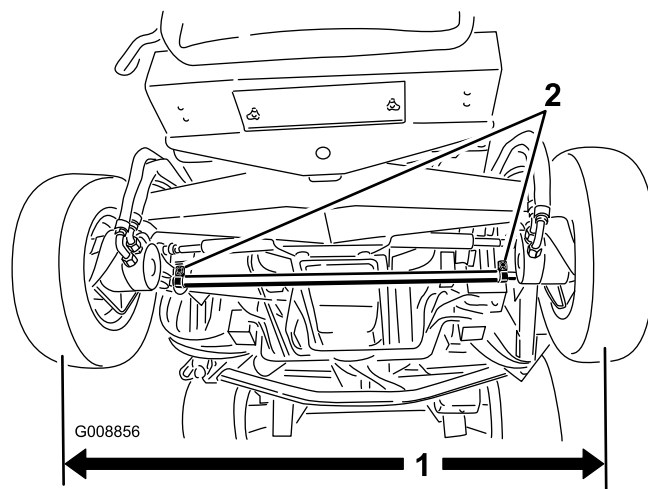

図 76
1. 後輪の前と後ろで、左右のタイヤの中央線間距離を測る（アクスルの高さ位置で計測）（図 76）。前での測定値が、後ろでの測定値より小さく、その差が 3mm を超えなければ合格とする。
2. 調整は、まずタイロッド両端のクランプをゆるめる（図 76）。